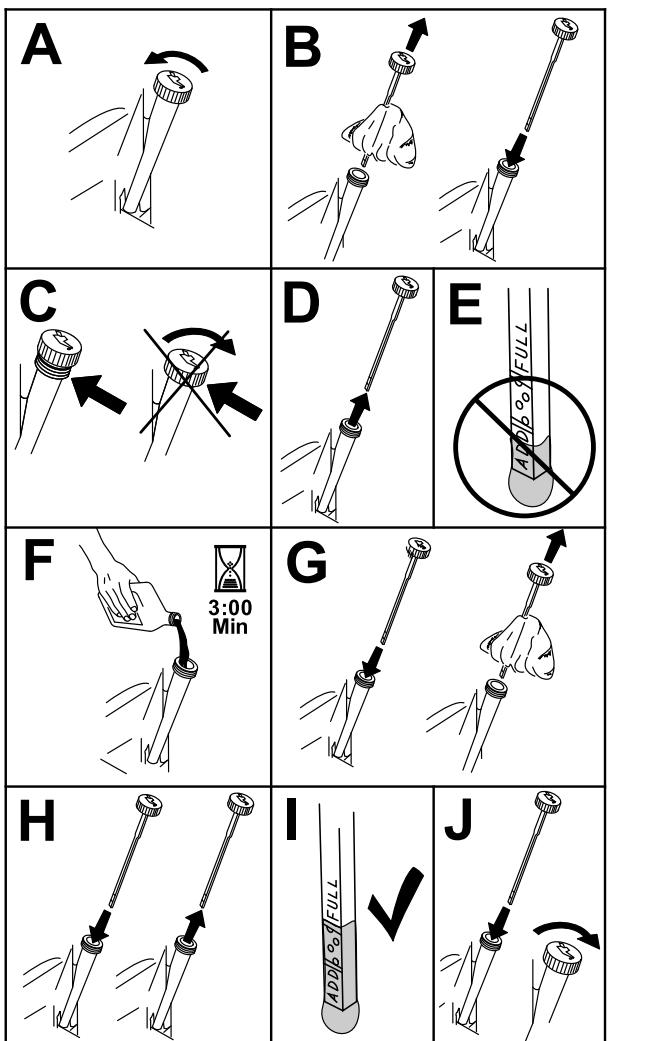

Figura 40
3. Per evitare morchia, residui d'erba, ecc. nel motore, pulite l'area attorno al tappo e all'asta di livello dell'olio prima della rimozione (Figura 40).